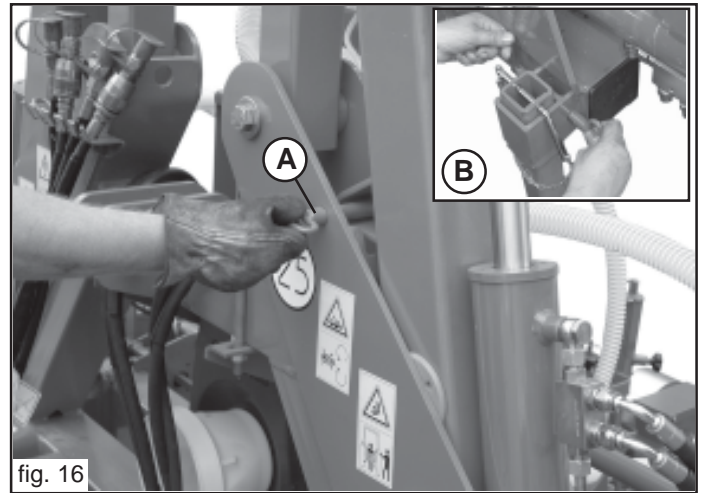

fig. 16
- 4) Die Sicherheitsstifte des Rahmens lösen (A, Abb. 16) und in ihren speziellen Sitz legen (B, Abb. 16).
- 8) Die Sicherheitsstifte des Rahmens in ihren speziellen Sitz einsetzen (A, Abb. 16).